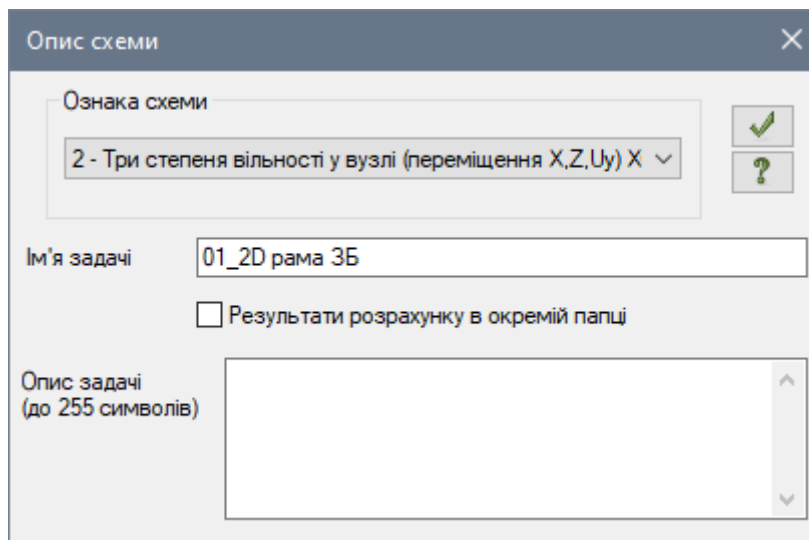

Рис. 1.4. Діалогове вікно **Опис схеми**
- У діалоговому вікні **Опис схеми** (рис. 1.4) задайте наступні параметри: